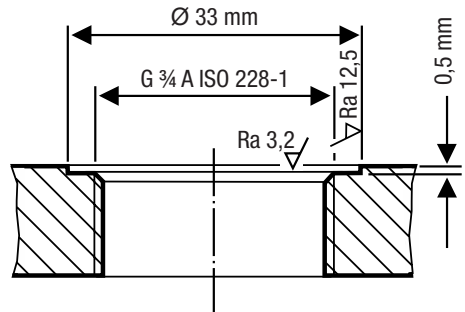

Fig. 10
- Controleer de afdichtvlakken van de desbetreffende tanksok of van de flensdeksel op correcte technische afwerking, zie Fig. 10.
De afdichtvlakken moeten technisch overeenkomstig Fig. 10 correct zijn afgewerkt.